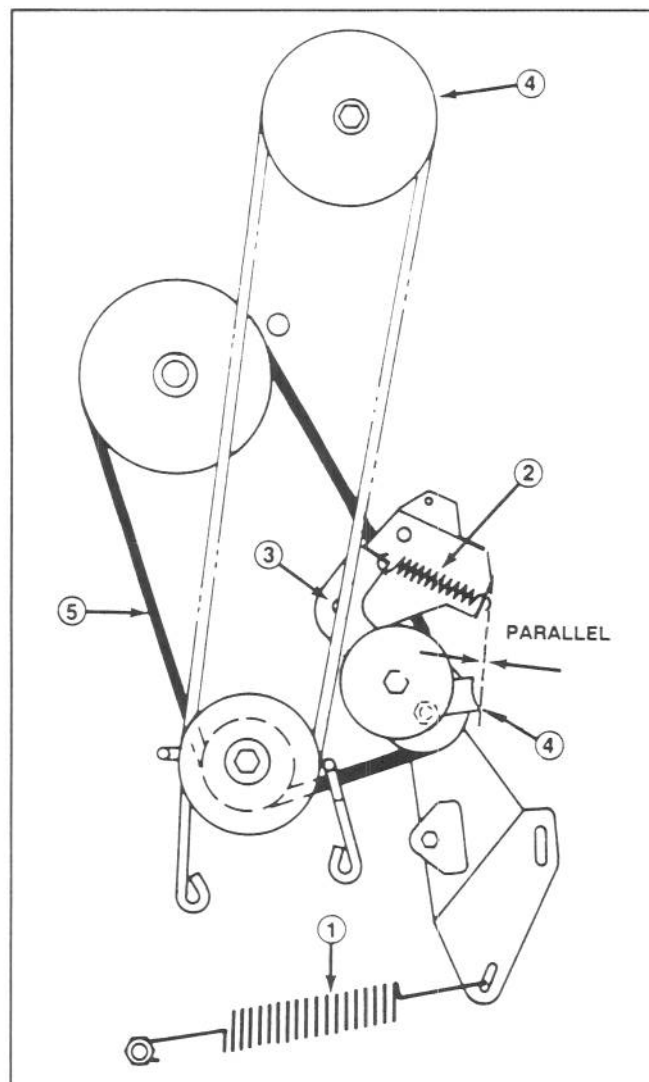

Figure 20
7. Décrocher le gros ressort de traction, de la vis de montage (Fig. 20). Être prudent en décrochant le ressort, celui-ci est tendu à fond.
8. Décrocher le ressort de la poulie de tension, de la patte de la poulie (Fig. 20).
9. Enlever le contre-écrou et la rondelle retenant la patte de la poulie au châssis et enlever la patte (Fig. 20).
10. Desserrer le contre-écrou de la poulie, jusqu'à ce que le guide de la courroie soit enlevé (Fig. 20). Enlever la courroie de toutes les poulies.
Remarque: Au moment de remettre le guide de la courroie sur la poulie de tension, s'assurer que le bord du guide est parallèle à la courroie, comme cela est illustré à la Figure 20.